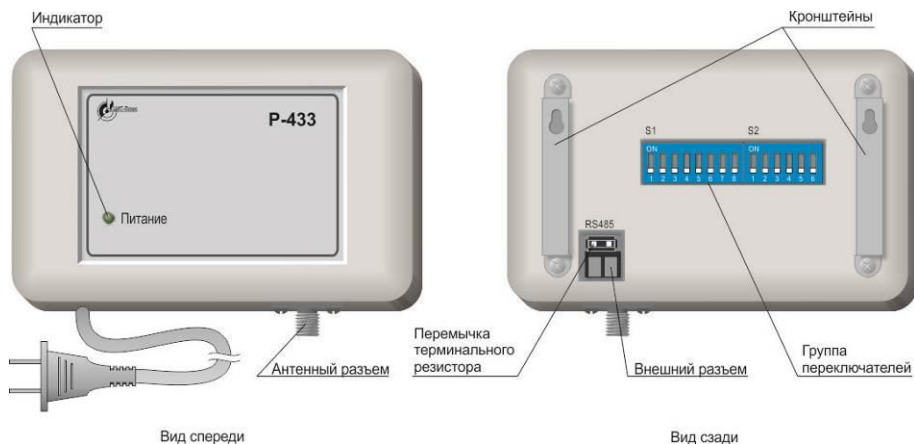

Рисунок 1. Внешний вид устройства
- в) если устройство является последним в линии RS485, необходимо установить перемычку терминального резистора на задней стенке (рисунок 1);